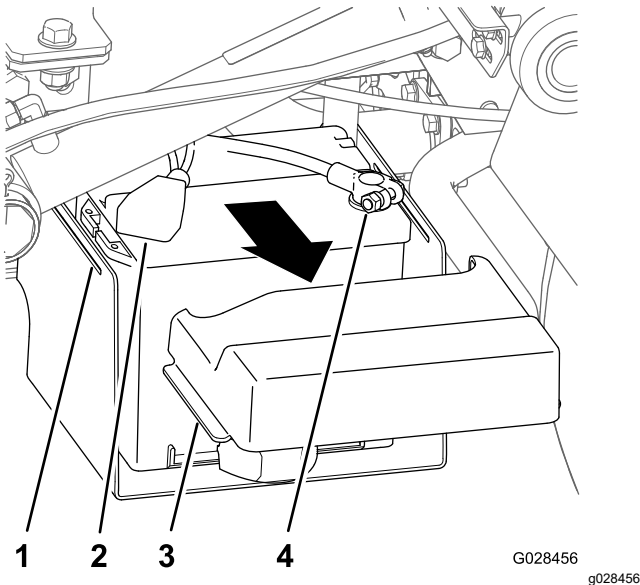

图 15
1. 挤压电池盖侧面从电池座槽中松开凸耳然后从电池座中取出电池盖图 15。
2. 向后滑动盖子从电池上卸下负极电池端子图 15。
3. 从电池上卸下正极电池端子图 15。